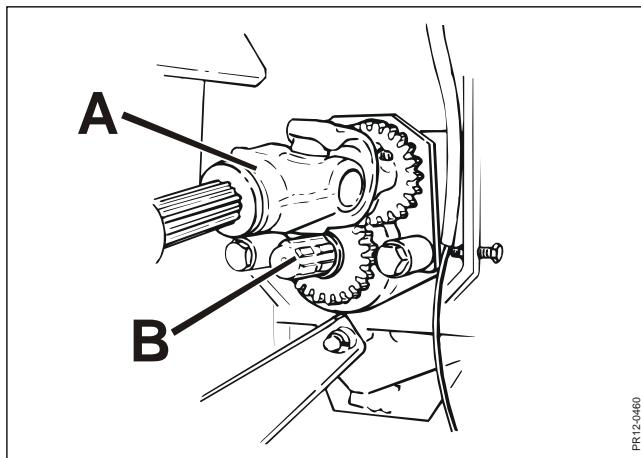

Fig. 5-5
- Fig. 5-5** 2) Flyt KO-akslen **A** til rotoren til den alternative tap i **pos. 1**, hvor tandhjulene ikke går i indgreb. Derved drives rotoren ikke.